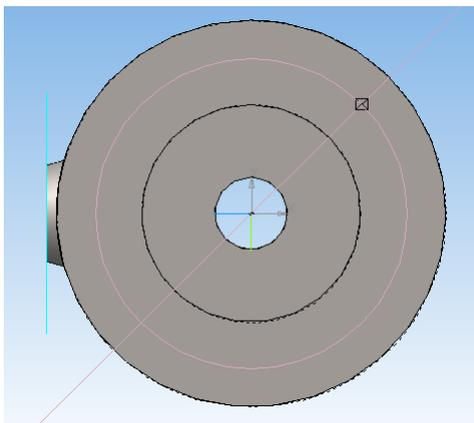

Рис. 14. Позиционирование отверстия
7. На панели инструментов *Геометрия* щёлкните по кнопке  (*Окружность*) и постройте вспомогательную окружность диаметром  $64\text{ мм}$  (радиусом  $32\text{ мм}$ ), привязав её к началу координат. Далее постройте вспомогательную прямую, для этого на панели *Геометрия* выберите одноименную кнопку. На *Панели свойств* в поле *Угол* введите  $45$  и привяжите вспомогательную прямую к началу координат. В результате проделанных операций рабочее поле будет выглядеть, как показано на рис. 14.